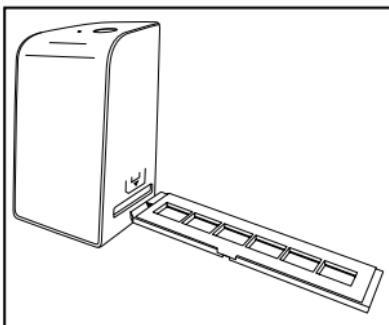

Figure 1
- ◆ Déverrouillez la fermeture sur l'avant du support à négatifs ⑤ et ouvrez le support.
- ◆ Placez le négatif du bon côté dans le support à négatifs ⑤. Veillez à ce que les perforations des négatifs soient placées sur les becs de retenue correspondants supports afin que les négatifs ne puissent pas se déplacer.
- ◆ Fermez le support à négatifs ⑤, jusqu'à ce que le couvercle s'enclenche fermement.
- ◆ Poussez maintenant le support à négatifs ⑤ avec le triangle repère en avant et bien visible dans le tiroir de droite ④ (voir figure 1).
- ◆ Poussez le support à négatifs ⑤ dans le tiroir de droite ④ jusqu'à ce qu'il s'enclenche nettement en première position. Pour les négatifs suivants, poussez un peu plus le support à négatifs ⑤ jusqu'à ce qu'il s'enclenche nettement dans la position suivante.